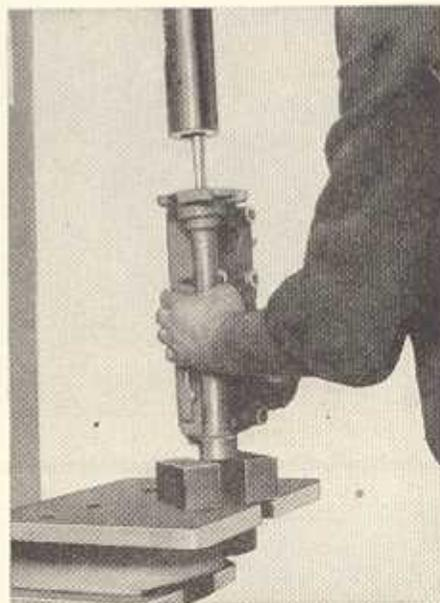

Bild M 28
6. Herausdrücken des riemenscheibenartigen Kugellagers mit Handhebelpresse durch Druck auf die Lüfterwelle (Bild M 28).